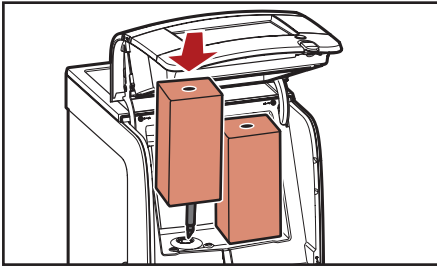

Fig. 4.1 - Placer le paquet de produit
4. Insérez le paquet de produit (fig. 4.1).